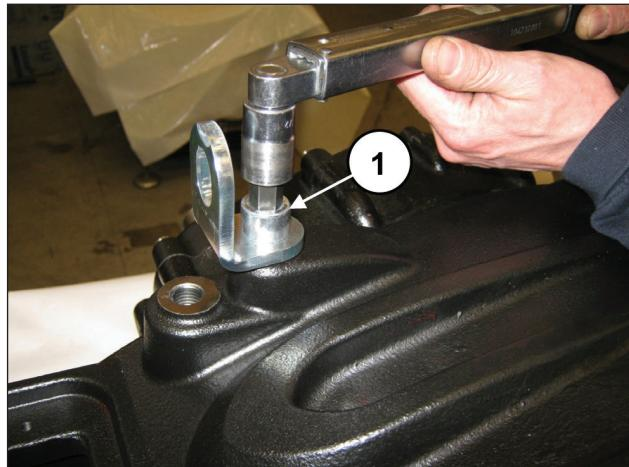

图 95
安装塞子和吊装支架，可使用专用螺栓M16x30（①, 图 95）。